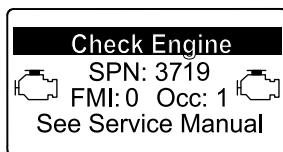

Figure 44
- Avertissement moteurSPN 3719, FMI : 0 (Figure 44)